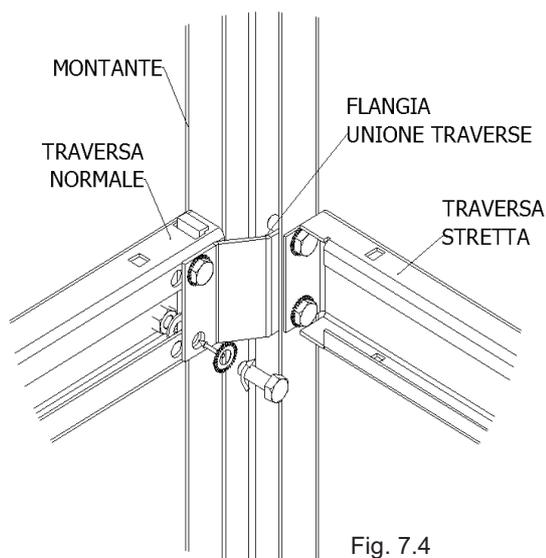

Fig. 7.4
- ✓ Nel caso di vani estremamente stretti, vengono fornite delle traverse più strette che non possono essere montate tramite la piastra filettata, pertanto la giunzione fra le traverse e il montante avviene tramite una flangia di misura adeguata (fig. 7.4)